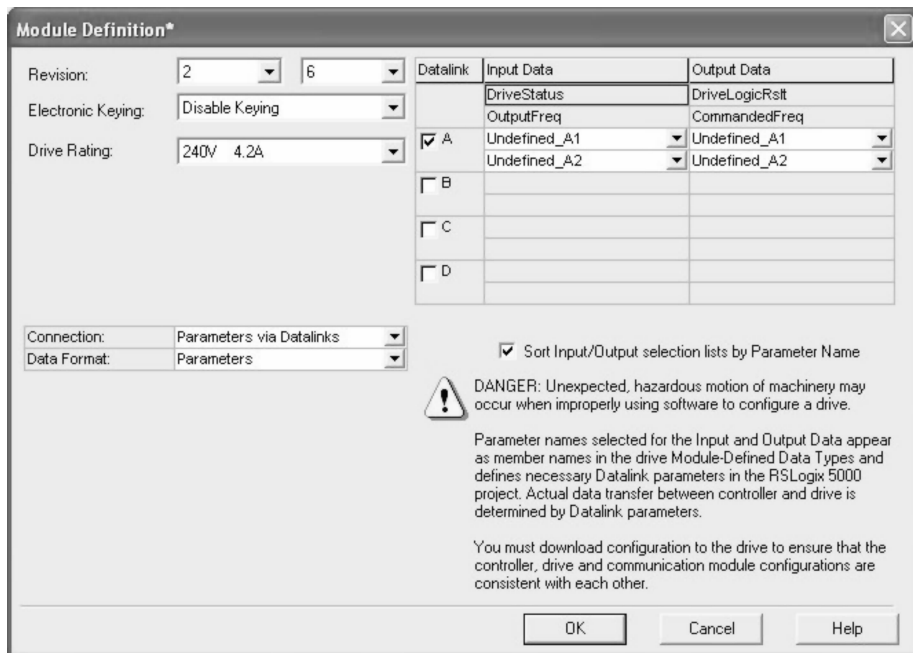

图 25-13 定义数据链路
11. 启用数据链路 A 输入数据。选中数据链路 A 框，以启用数据链路 A 信息，从而能够以网络 I/O 的形式进行通信。但不要单击“确定”(OK)，如图 25-13 所示。